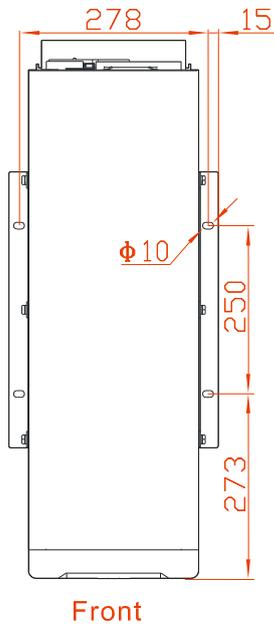
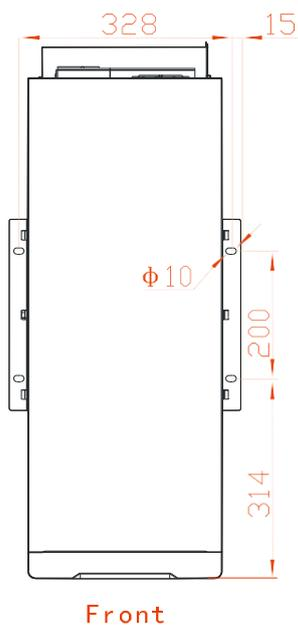

Рис. 3-8 10/10S/15/15S/20/20S отверстия для монтажа в раме ИБП (вид сверху)
Рис. 3-9 30/30S/40/40S отверстия для монтажа в раме ИБП (вид сверху)
Step 3 Просверлите 4 отверстия $\phi 10$ мм в полу с помощью ударной дрели, в соответствии с расположением отверстий в раме устройства, как показано на Рис. 3-8, Рис. 3-9.